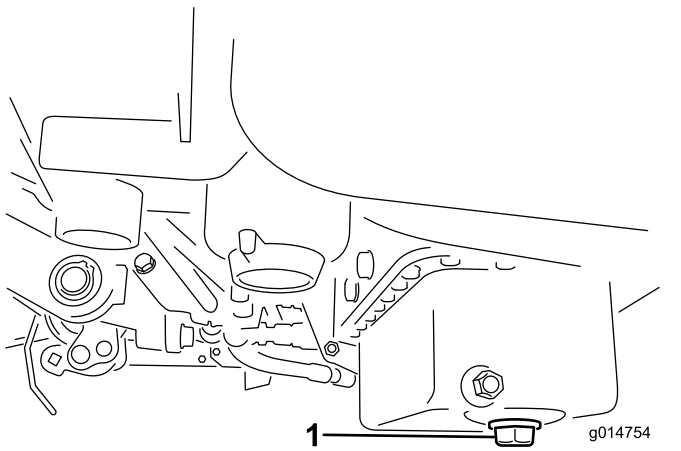

Figura 29
1. Remova o bujão de drenagem e deixe o óleo escoar para uma bandeja coletora. Quando o óleo parar de escoar, instale o bujão de drenagem (Figura 29).